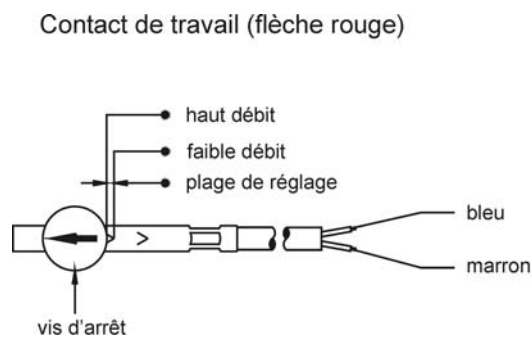
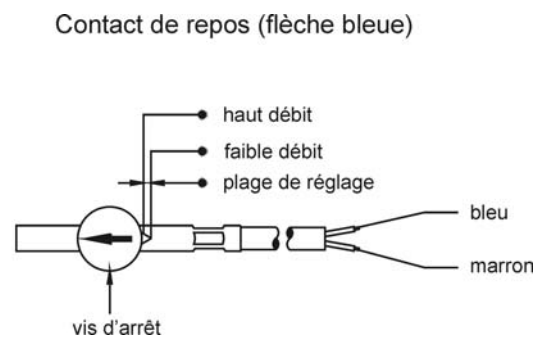

Fig. 18
Fig. 19
- ⇒ Déplacer l'unité de commutation jusqu'à ce que la flèche rouge soit visible à l'entrée du guidage de l'unité de commutation si un contact de travail est désiré (Fig. 18) et la flèche blanche si un contact de repos est désiré (Fig. 19) (néant avec contact inverseur).